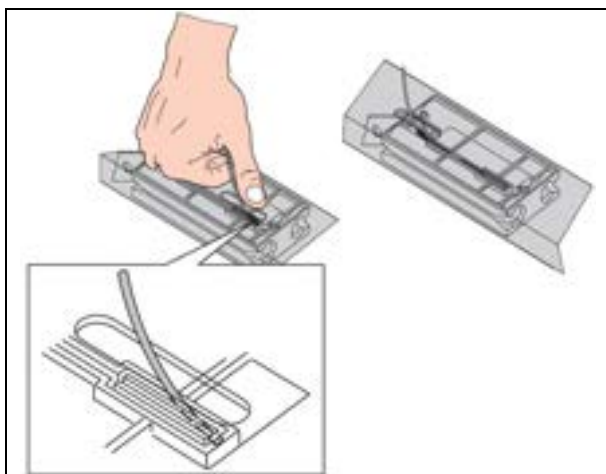

Рис. 10
- 2) Конец тросика внешнего отпирающего механизма закрепляют в гнезде (рис. 10).